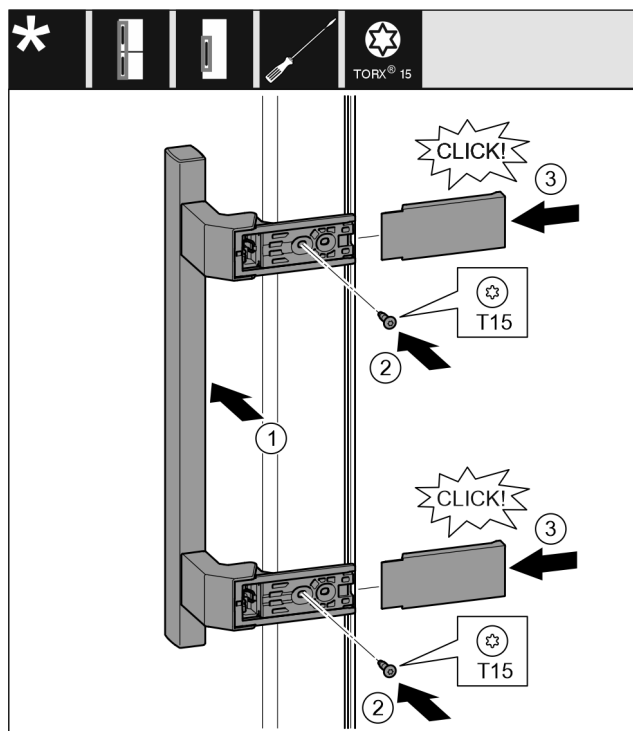

Fig. 20
- Sätt handtag på plats på motsatta sidan. Fig. 20 (1)
- Skruva fast skruvar med skruvmejsel T15. Fig. 20 (2)
- Sätt skydden på plats på sidan och skjut på dem. Fig. 20 (3)